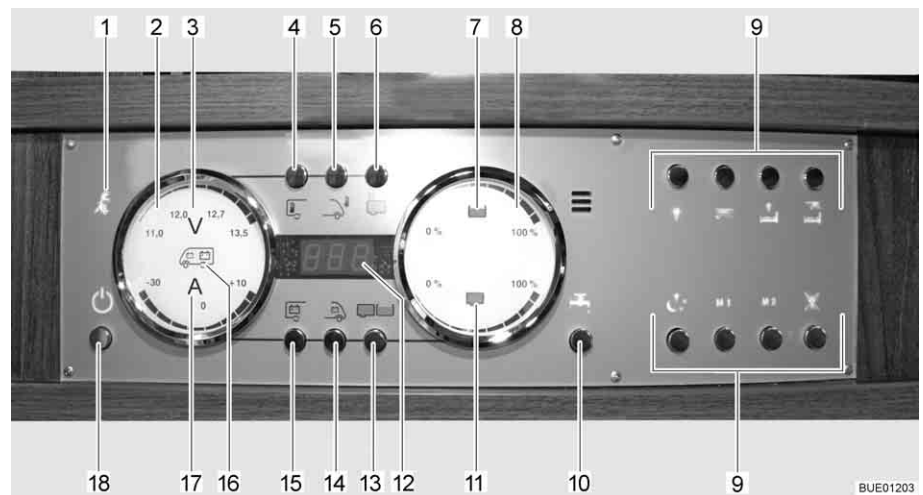

Fig. 158 Painel de controlo LT 510
A luz piloto amarela de 230 V (Fig. 158,1) acende-se, quando à entrada da central elétrica existe tensão de rede.
O interruptor principal de 12 V (Fig. 158,18) liga e desliga o painel de controlo e a alimentação de 12 V do habitáculo.
- Prima por breves instantes a tecla da alimentação de 12 V (Fig. 158,18). É ligada a alimentação de 12 V do habitáculo. A indicação de controlo "12 V" acende-se.
- ▷ Quando depois da ligação, o LED "11,0" da indicação da voltagem assim como o símbolo Volt "V" (Fig. 158,3) ficam a piscar no indicador das baterias (Fig. 158,2), então é porque a tensão da bateria do habitáculo está baixa. Carregue a bateria.
- ▷ Quando depois da ligação a indicação de controlo "12 V" e o símbolo Volt "V" (Fig. 158,3) piscam três vezes, então é porque está ativada a separação da bateria. Desative a separação da bateria.
- Prima por breves instantes a tecla da alimentação de 12 V (Fig. 158,18). É desligada a alimentação de 12 V do habitáculo. A indicação de controlo "Alimentação de 12 V" apaga-se.
- Prima a tecla da bateria do habitáculo (Fig. 158,15) e mantenha-a premida durante aprox. 10 segundos. O símbolo Volt "V" (Fig. 158,3) e a indicação de controlo "12 V" piscam três vezes. A bateria do habitáculo fica desligada da rede elétrica de 12 V.
- Prima a tecla da alimentação de 12 V (Fig. 158,18) e mantenha-a premida durante aprox. 5 segundos. O símbolo Volt "V" (Fig. 158,3) e a indicação de controlo "12 V" piscam três vezes. A bateria do habitáculo está ligada à rede elétrica de 12 V. A indicação de controlo acende-se passados aprox. 5 segundos.
- Prima a tecla Bateria do habitáculo (Fig. 158,15). O símbolo Volt "V" (Fig. 158,3) acende-se. O símbolo Ampere "A" (Fig. 158,17) acende-se de acordo com o nível de carga ou de descarga com luz branca ou vermelha. A tensão da bateria e a corrente da bateria do habitáculo são indicadas através dos LEDs no indicador.
- Prima a tecla Bateria de arranque (Fig. 158,14). O símbolo Volt "V" (Fig. 158,3) acende-se. A tensão da bateria de arranque é indicada através dos LEDs no indicador.
- Prima a tecla Reservatórios (Fig. 158,13). Os símbolos do reservatório de água (Fig. 158,7) e do reservatório de águas residuais (Fig. 158,11) acendem-se. Os níveis de enchimento do reservatório de água (escala superior) e o do reservatório de águas residuais (escala inferior) são indicados por meio de LEDs no indicador.
O símbolo Reservatório de água (Fig. 158,7) ou o símbolo Reservatório de águas residuais (Fig. 158,11) pisca, quando o reservatório de água está vazio, ou o de águas residuais está cheio.